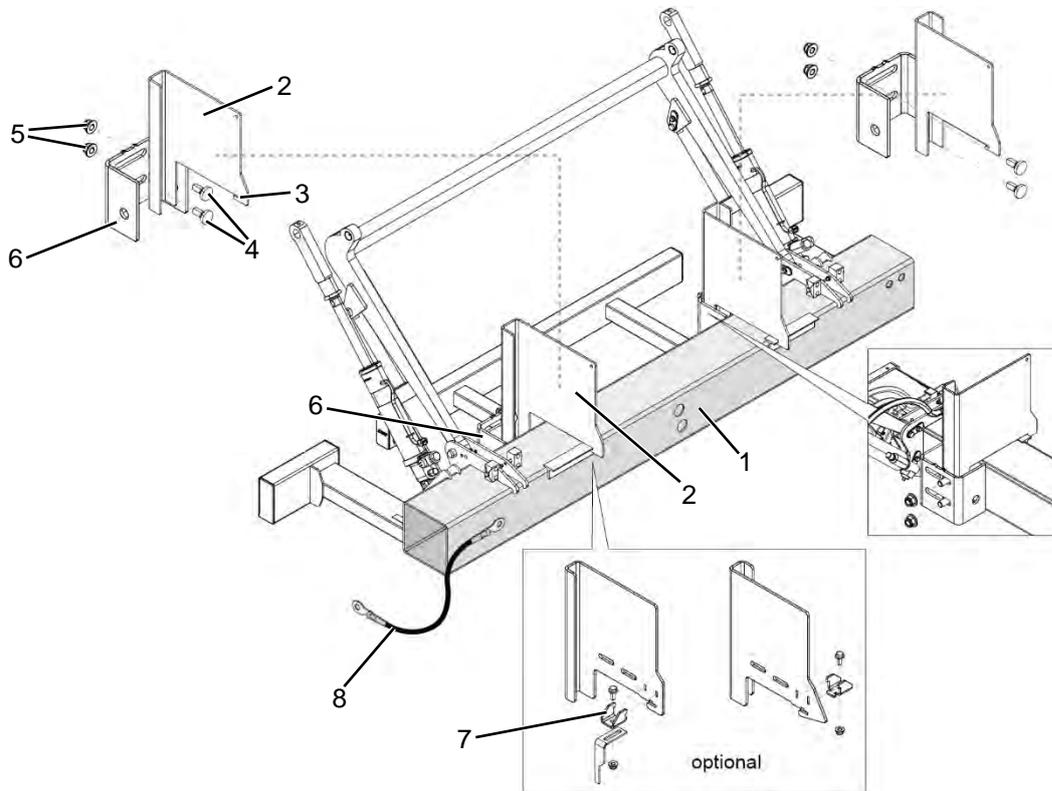

Figura 10: Premontaje con ménsulas atornillables ajustables laterales
- Opcional (cuando se utiliza un enganche de bola y con el C 3000 S): Conecte el clip de seguridad (7) a la ménsula de chapa (2) (véase Figura 10).